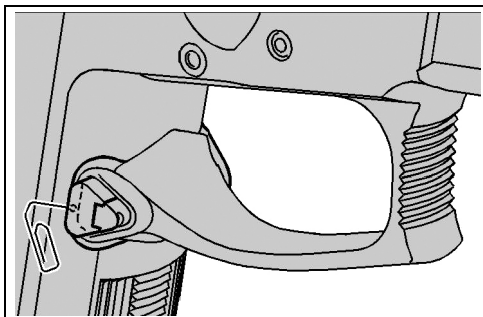

Fig. 6. Soltar el bloqueo del retén del cargador (Ilustración sin gatillo)
2. Introducir, por ejemplo, la punta flexionada de un clip en el agujero del retén del cargador. Así se desbloquea el pestillo del bloqueo del retén del cargador **25** (véase Fig. 6).